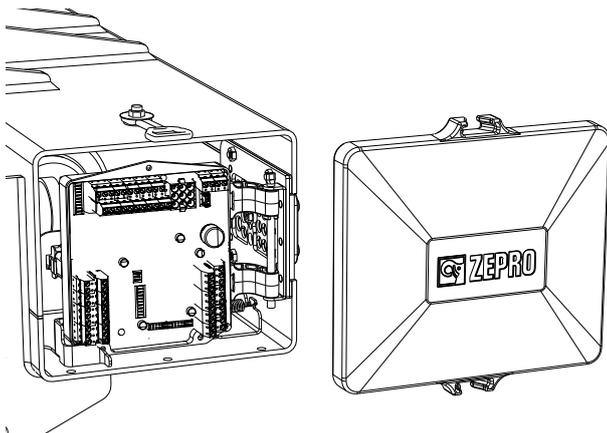

Abbildung 16. Schutzabdeckung abnehmen
2. Die Schutzabdeckung abnehmen und mit einer Gummischlaufe befestigen, siehe Abbildung 16.